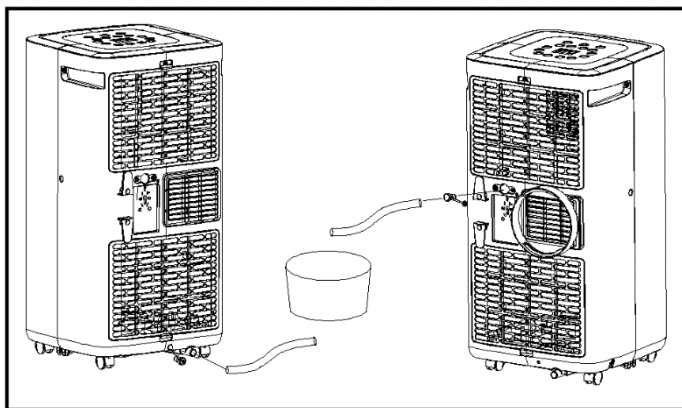

Fig.4
- Drenaggio continuo (solo in modalità deumidificazione): rimuovere il tappo di gomma sul fondo dell'unità e collegare un tubo di drenaggio all'apertura. Lascia che l'acqua coli in un contenitore (fig.4).